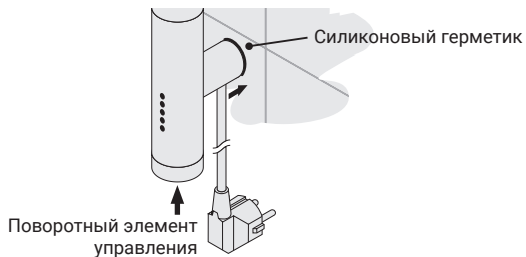

Рис.5
4.1.6. Для повышения степени защиты произвести герметизацию шва силиконовым герметиком по контуру примыкания модуля скрытого подключения и стены (рис. 5).
5.2. Поворот ручки регулятора (см. рис. 5, 13) по часовой стрелке позволяет перейти к выбору следующих режимов работы: